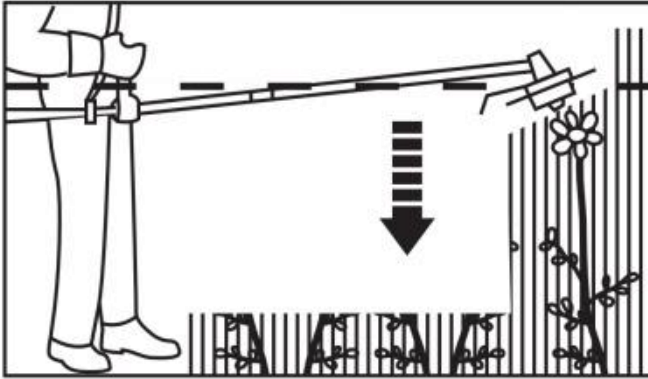

Fig. 43
4. Ne tenez jamais la tête de coupe plus haut que votre hanche (Fig. 43) ; plus vous tenez la tête de coupe haute, plus le risque de projection d'objets augmente.